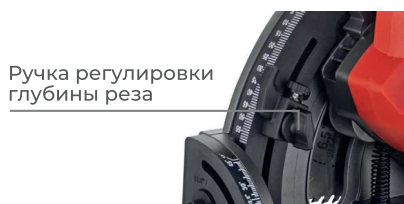

РИС. 4
3. Ослабьте ручку регулировки глубины реза (Рис. 4).